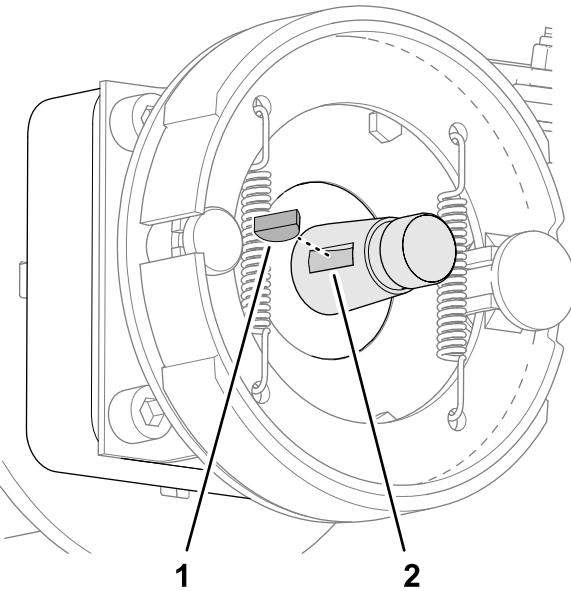

Figura 73
2. Inserite la chiave di Woodruff nella scanalatura dell'albero motore della ruota (Figura 73).